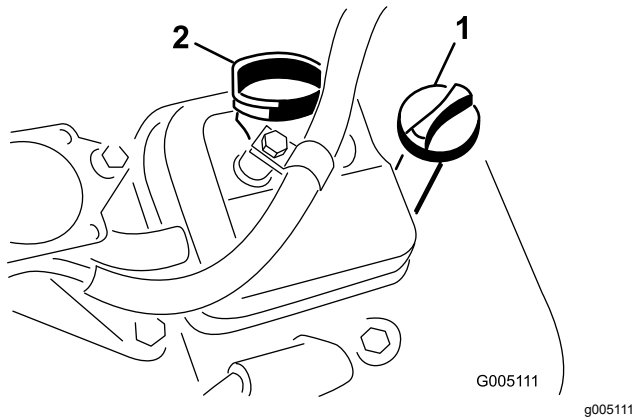

Figura 27
- Introduzca la varilla en el tubo y enrósquela en el tubo (Figura 27).